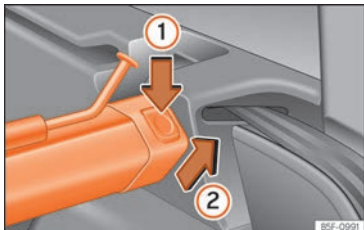

Abb. 180 Im Kofferraum: Trennwandnetz ausbauen.
- Linke oder rechte Entriegelungstaste » Abb. 180 in Pfeilrichtung ① drücken.
- Stützschaube in Pfeilrichtung » Abb. 180 ② abnehmen.
- Schale der Träger links und rechts entgegen der Pfeilrichtung drücken » Abb. 180 ②, bis diese einrastet.